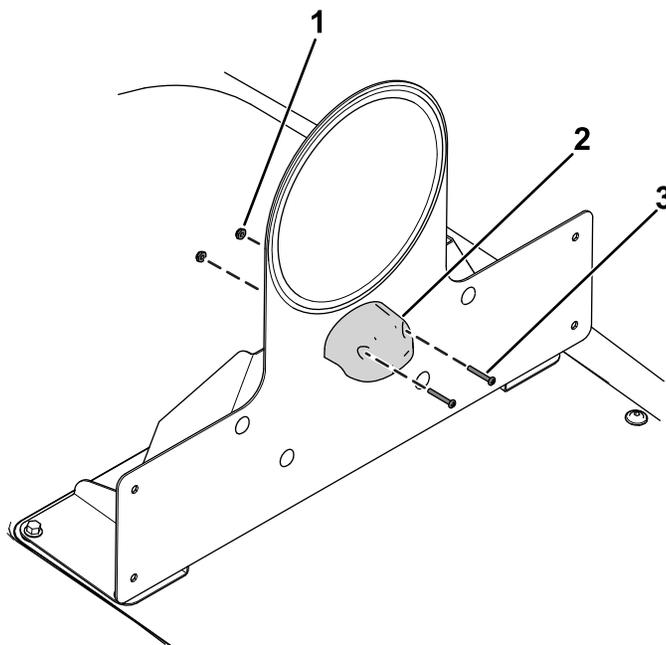

Figura 34
13. Sujete la luz de la placa al soporte de la placa de velocidad montado con 2 contratuercas (N.º 6) y 2 tornillos (N.º 6 x 1"), como se muestra en la Figura 34.
14. Conecte el arnés de cables a la luz de la matrícula (Figura 34).